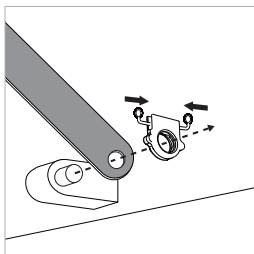

Fig. 38a
- Solo per il modello RAGE3-S300 - rimuovere la sicura che tiene in sede il meccanismo di sblocco del coprilama stringendo tra loro le estremità della molla metallica (**Fig. 38a**).